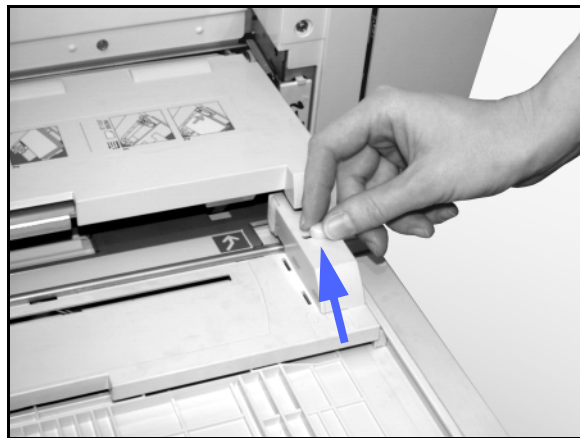

Figura 14: Guia de papel frontal e parafuso de aperto manual do registro
1. Retire o parafuso de aperto manual do registro, ilustrado na Figura 14, na parte frontal da Bandeja de papel 5.